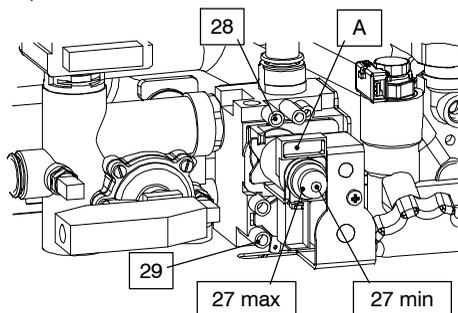

fig. 7.1
Dopo ogni misurazione delle pressioni gas, **richiudere bene** le prese di pressione utilizzate (29 e 28 in fig. 7.1). Dopo ogni operazione di regolazione gas **gli organi di regolazione della valvola devono essere sigillati**.
1 A caldaia spenta (fuori servizio), controllare la pressione di alimentazione utilizzando la presa 29 in fig. 7.1 e confrontare il valore letto con quelli riportati nella tabella **Pressioni di alimentazione gas** a pag. 10 o 12
3 Aprire la presa di pressione 28 in fig. 7.1 e collegare un manometro.
Per tarare la pressione al bruciatore agire sul dado in ottone dell'operatore modulante 27 *max* in fig. 7.1, ruotandolo in senso orario aumenta la pressione.
- 9 Sconnettere il filo di alimentazione "A" dell'operatore modulante 27 in fig. 7.1
Per tarare la pressione al bruciatore agire sulla vite in plastica dell'operatore modulante 27 *min* in fig. 7.1 tenendo fermo il dado in ottone 27 *max* in fig. 7.1, ruotandola in senso orario aumenta la pressione.
- 11 Collegare il filo di alimentazione "A" dell'operatore modulante fig. 7.1
- 13 **Chiudere la presa di pressione** 28 in fig. 7.1
- 3 Aprire la presa di pressione 28 in fig. 7.1 e collegare un manometro.